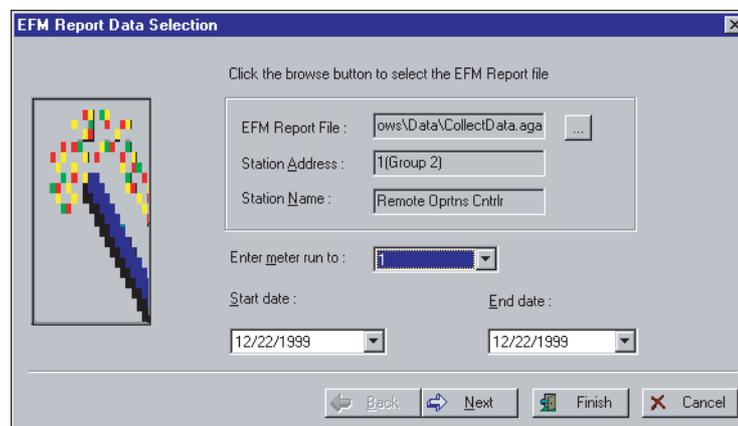

Figura 7-3. EFM Report Data Selection - Tela 1
EFM Reports geram relatórios impressos e na tela dos dados de fluxo históricos para um ponto do medidor. A seleção de EFM Reports faz com que o software do ROCLINK suspenda a operação e carregue o utilitário EFM Reports. A tela inicial está mostrada na Figura 7-3.
1. Selecione View > **EFM Reports**. Consulte a Figura 7-3.